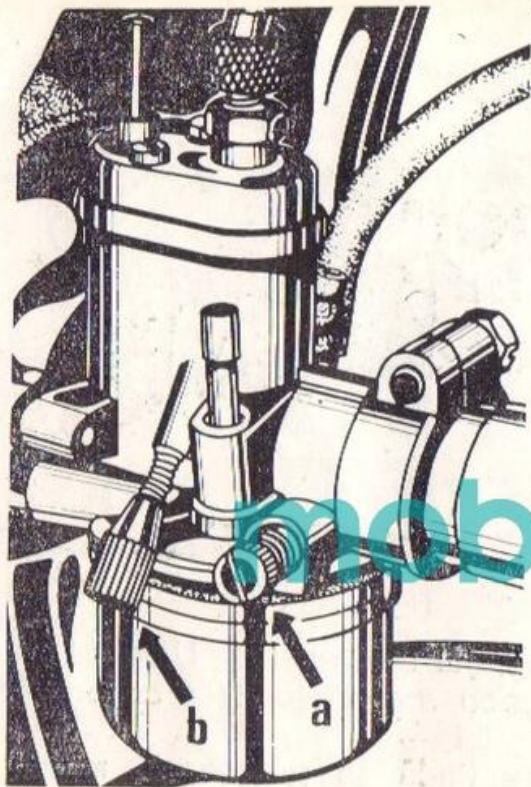

Fig. 28.
1. Pentru o poziție oarecare a șurubului de reglare a turației minime de mers în gol „b” (fig. 28), căutați poziția șurubului de aer „a” pentru care motorul se rotește cu turația cea mai mare avînd și un mers regulat;